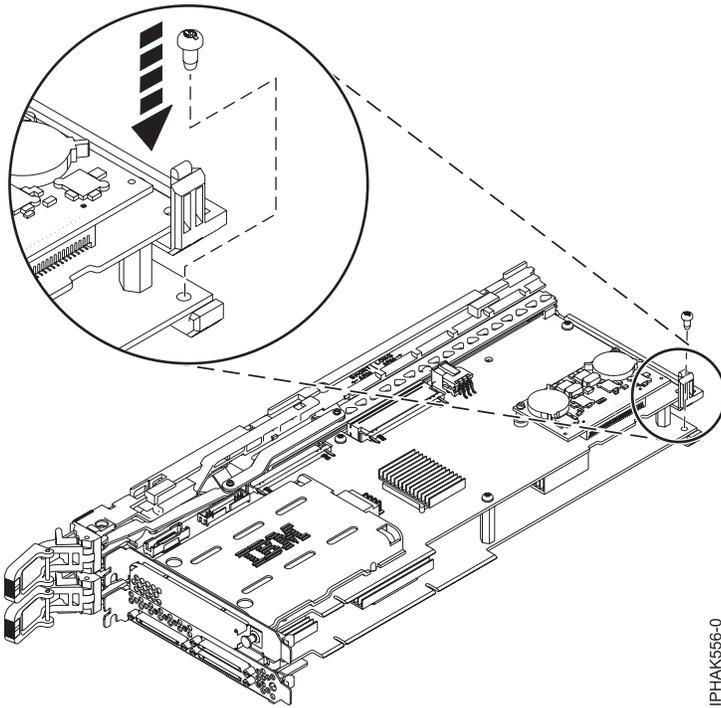

Figure 54. Fixation du bras arrière inférieur du bloc-cassette
5. Fixez le bras arrière inférieur du bloc-cassette à l'extrémité arrière de l'adaptateur double largeur à l'aide de la petite vis. Voir figure 54.